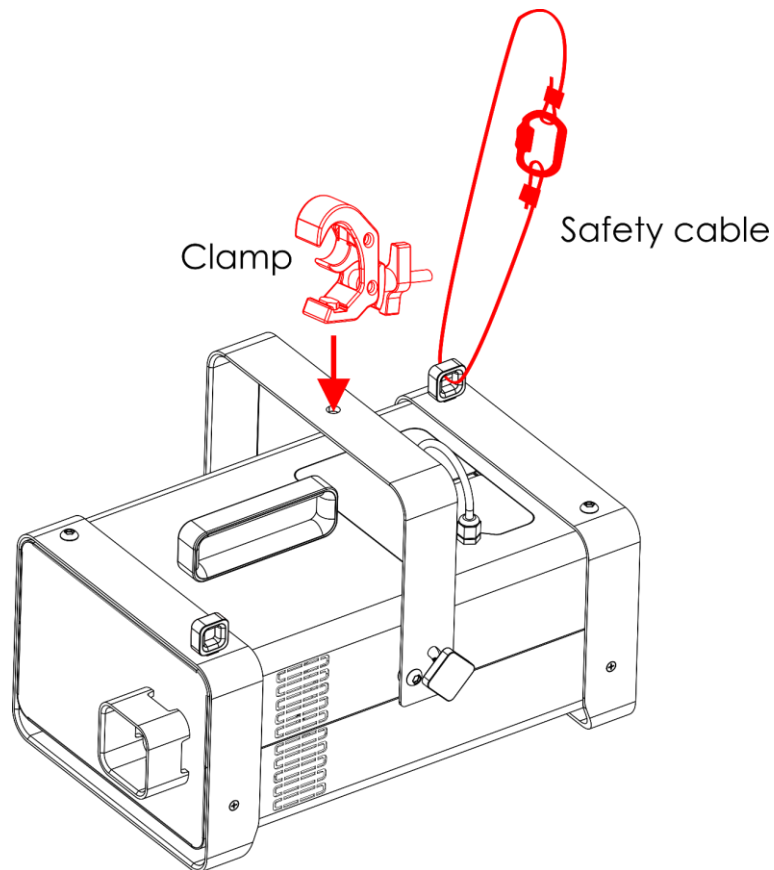

Fig. 06
- 01) Utilice una abrazadera para sujetar el dispositivo a la estructura de soporte como se indica en la Fig. 06. Asegúrese de que el dispositivo no se pueda mover libremente.
- 02) Sujete el dispositivo con una suspensión secundaria, por ejemplo, un cable de seguridad. Asegúrese de que la suspensión secundaria puede soportar 10 veces el peso del dispositivo. Si es posible, la suspensión secundaria debería conectarse a una estructura de soporte independiente de la suspensión primaria. Pase el cable de seguridad a través de la **anilla de seguridad (03)** como se indica en la Fig. 06.